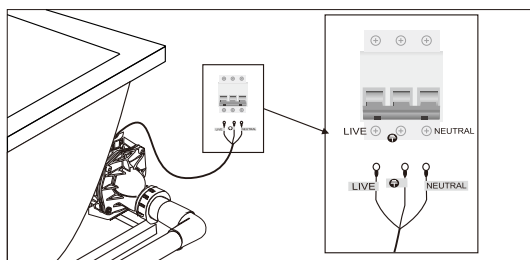

Рис. 5
1. Установите электророзетку (Рис.5).